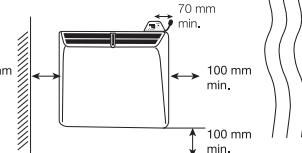

Рис. 4
6. При настенной установке конвектора, необходимо вертикально установить держатель Bullet Sensor с помощью самореза и допелка на стене как указано на рис. 4.